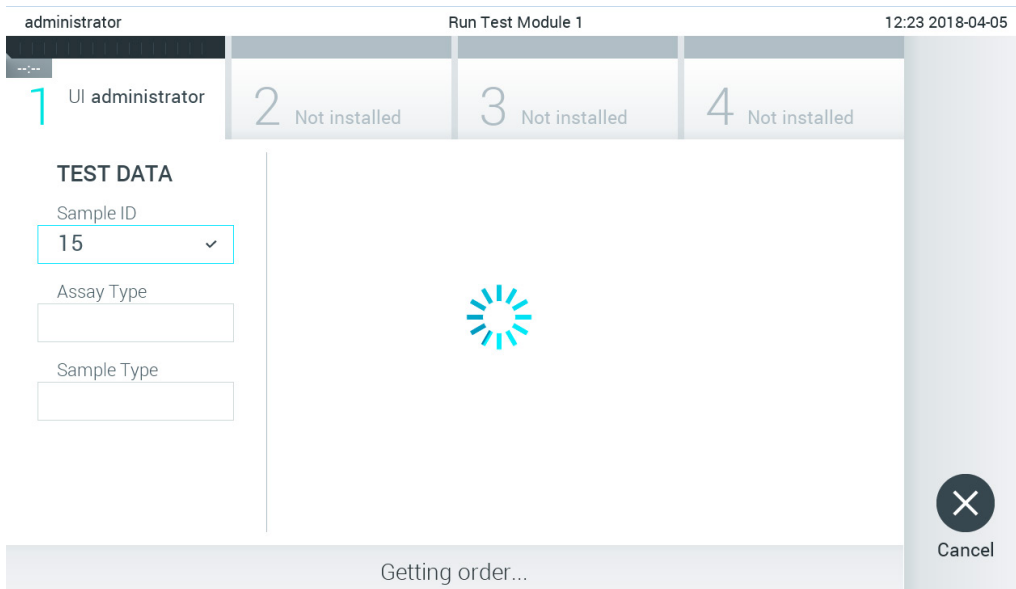

Рис. 83. Дисплей під час отримання заявки на тест.
- Доки аналізатор КВІАстат-ДКс (QIAstat-Dx) 1.0 очікує заявку на тест, ідентифікатор зразка надсилається хосту й з'являється повідомлення «Getting order...» (Отримання заявки...) (рис. 83).